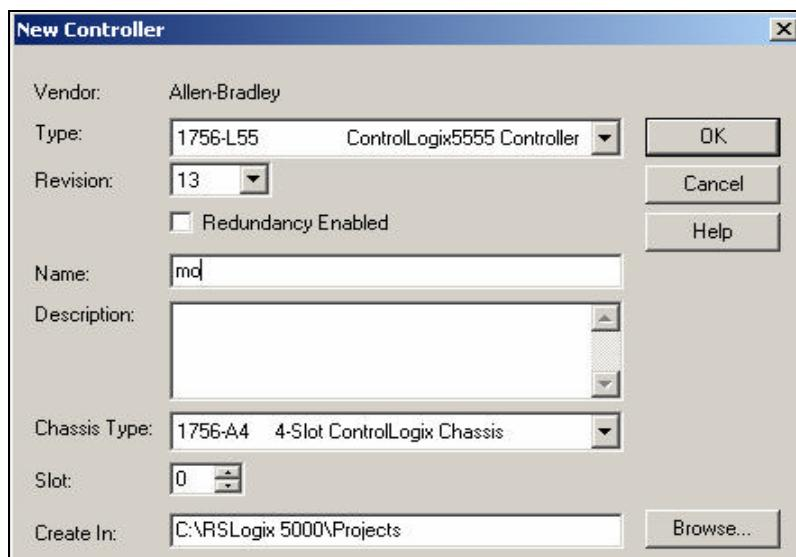

图 3-44 新建控制器项目
29. 单击 File->New 创建新项目。配置好的画面如图 3-44 所示：